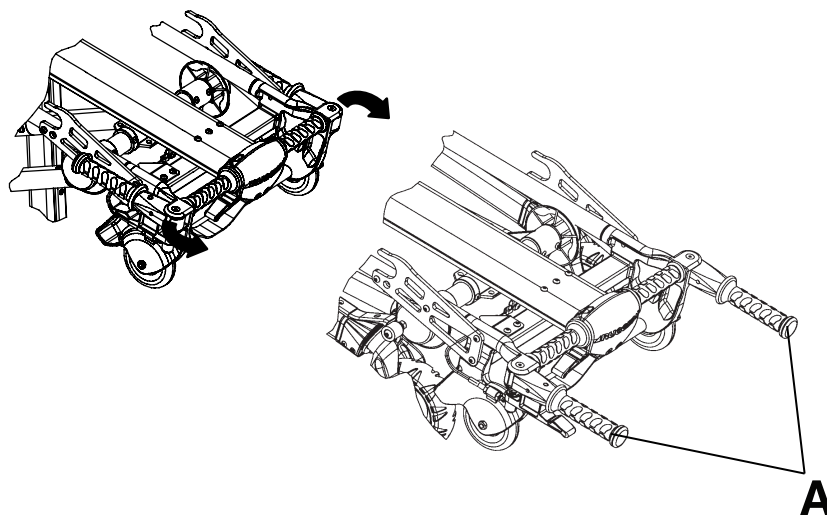

Рисунок 16 – Приведение ручек для подъема в рабочее положение
1. Приведите убирающиеся ручки для подъема (А) в рабочее положение (Рисунок 16).